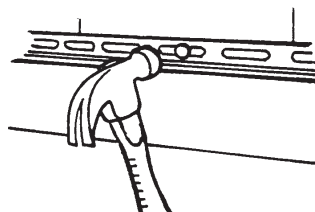

Figura 78.
- Trabe el nuevo panel y clávelo (Figura 78).